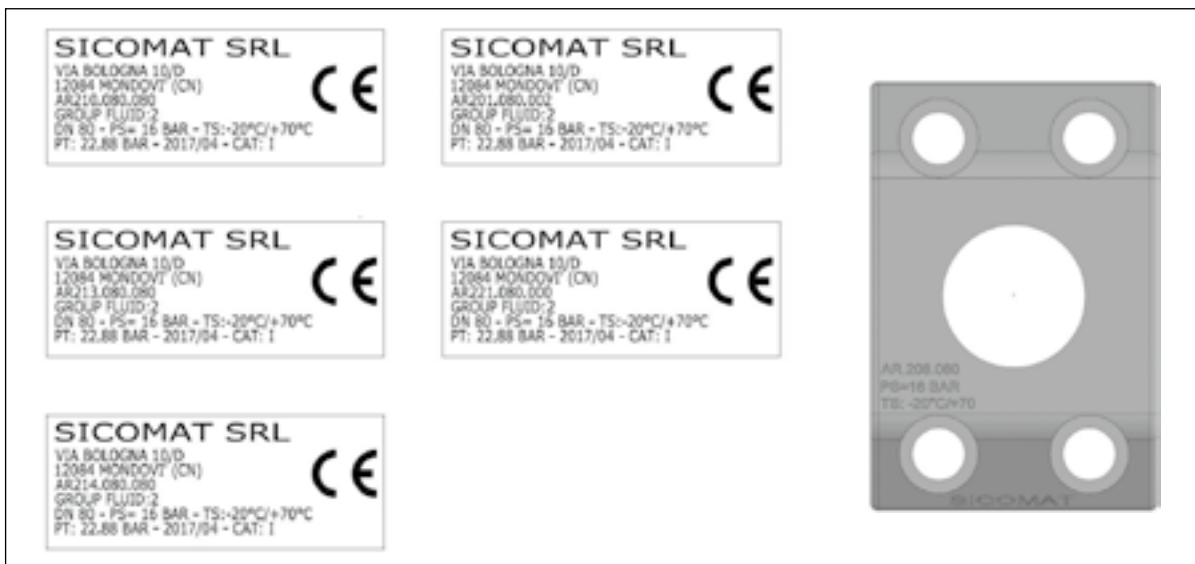

Figura 1. Placa con marcado CE
- Figura 1. Placa con marcado CE